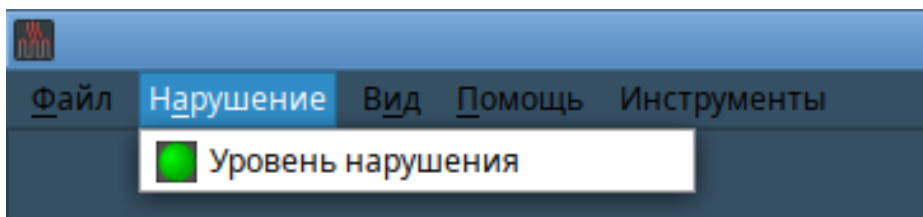

Рис. 6
3.2.2.3. Пункт главного меню «Нарушение» предназначен для индикации (отображения) уровня нарушения (рис. 6).